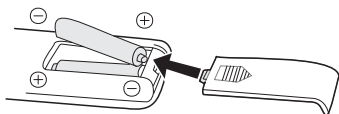

Fig.4
- (1) Retire la tapa del compartimento de las baterías.
- (2) Inserte las baterías, y asegúrese de que estén colocadas como se muestra en la Fig.4.